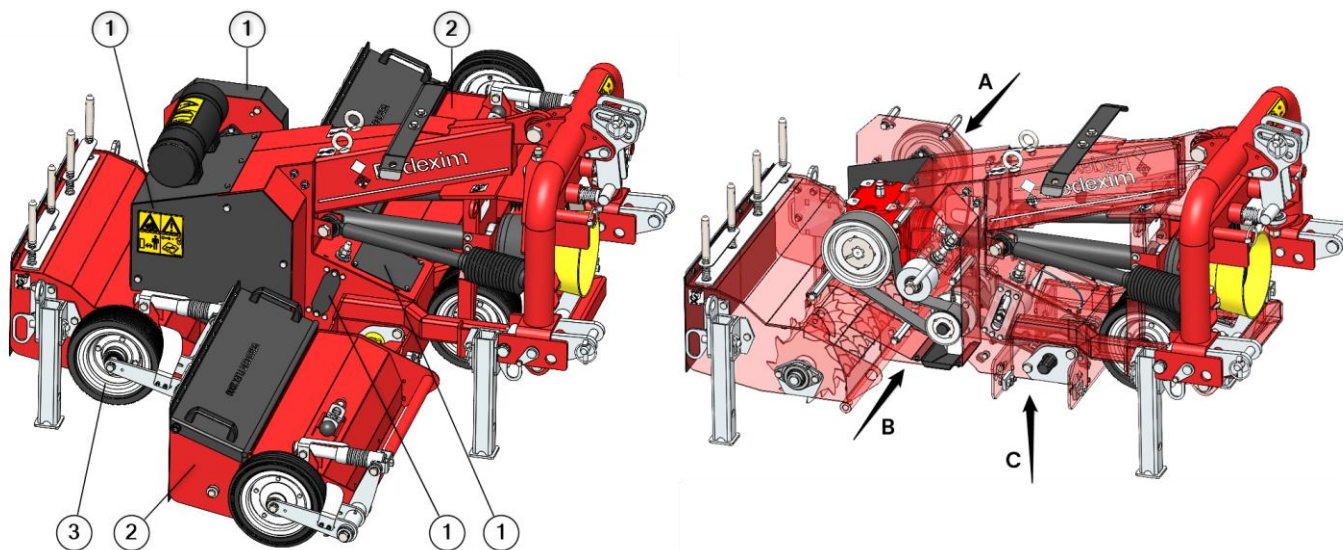

Fig. 22
3. Zie Fig. 22. Haal de beschermkappen (1) weg en eventueel ook de vleugels (2) en de achterste wielen (3) als u de tandriemen in zijn geheel wilt vervangen.
4. De machine bevat 3 tandriemen welke in Fig. 22 zijn aangegeven met A, B en C.